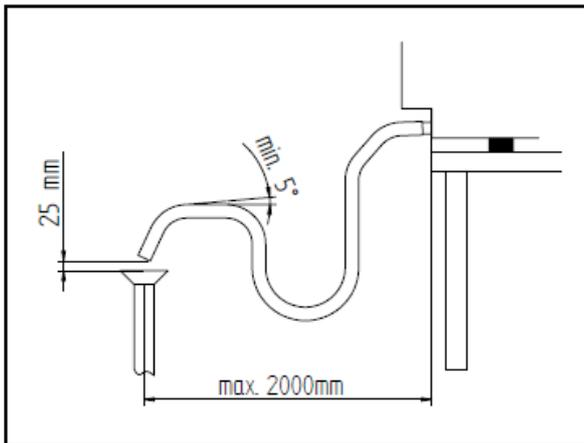

FIG. 1
**Desagüe** - De la parte posterior del aparato sale un tubo de desagüe (Fig. 1) que permite el drenaje de la cámara de cocción. A este tubo se conecta un otro tubo con un diámetro interior de 30 mm (DN 30) resistente a las temperaturas del vapor. Para evitar estrangulaciones se aconseja que las tuberías sean de tipo rígido y que a lo largo del recorrido del desagüe no presenten codos. Las tuberías deben mantener una pendiente constante (min. 5%) durante toda su longitud (la longitud considerada es la del tubo de desagüe del aparato en el punto de descarga y no debe superar 1 metro). Las tuberías de desagüe deben llegar a un sumidero abierto en el pavimento y, por motivos de conformidad con las normas higiénicas, no deben tener contacto directo con el punto de desagüe.